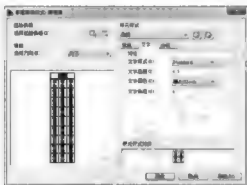

图 5-53
**步骤 3:** 单击 **继续(C)** 按钮, 弹出【新建表格样式】对话框, 如图 5-53 所示。在该对话框中根据要求设置表格的常规、文字和边框三个参数项的参数。